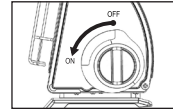

Abb. 2
2. Stellen Sie vor der Verwendung sicher, dass der Drehschalter auf Position „OFF“ steht, da sonst die Gaskartusche nicht montiert werden kann [Abb. 2].